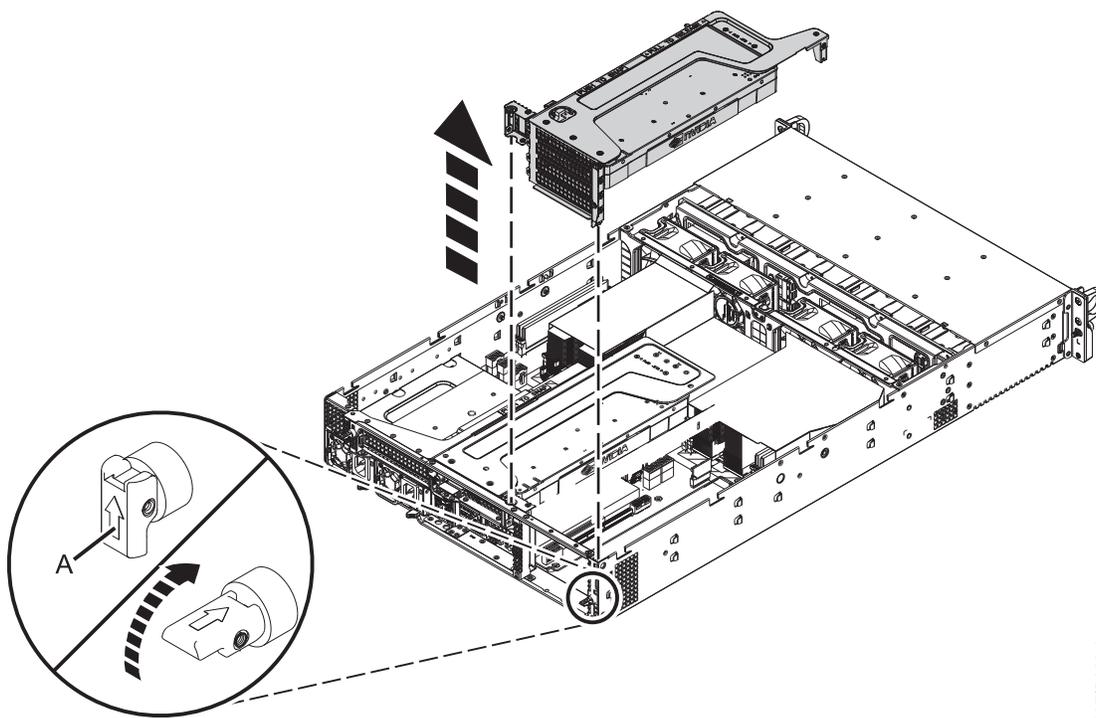

Figura 61. Removendo o riser PCIe
5. Para instalar um adaptador nas posições 5, 6, 7 e 8, remova o riser conforme mostrado na Figura 61.